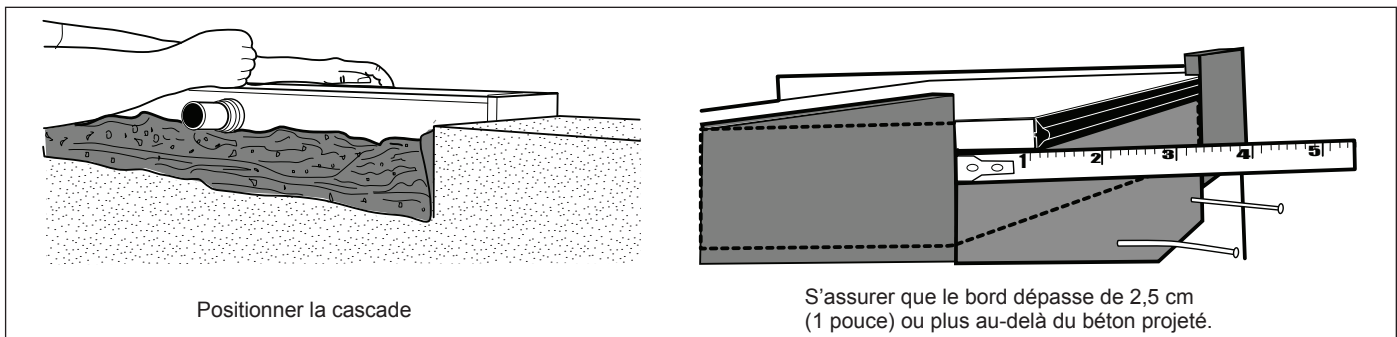

Figure 7. Positionnement de la cascade dans l'encoche
1. Créer un lit de mortier de ciment dans l'encoche afin de fournir une base solide pour la cascade. Se référer à la Figure 7.